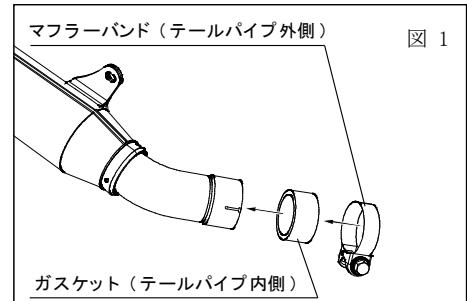

図 1
- マフラーCOMP のテールパイプにガスケット(付属品.2)を入れます(図.1)